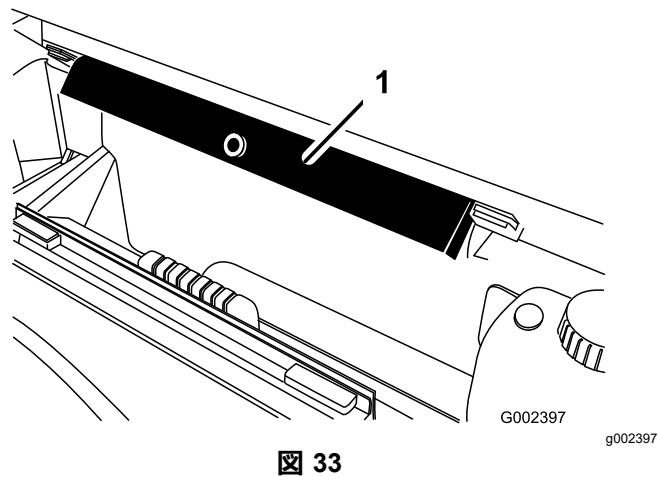
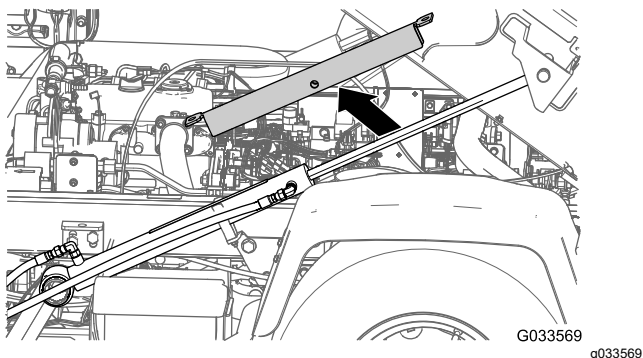

図 33
図 32
2. 昇降シリンダから荷台サポートを外し、サポートをROPSパネルの裏側にある収納ブラケットに収納する (図 32 と 図 33)。